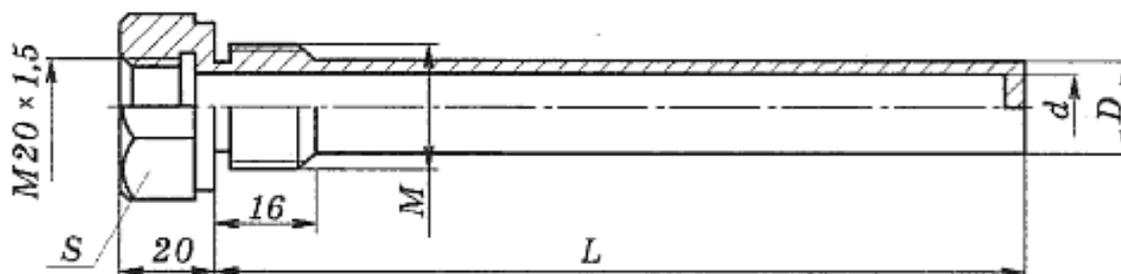

Рисунок 4. Эскиз гильзы ($D=12\text{мм}$, $d=9\text{мм}$, $S=27\text{мм}$, L -длина погружной части датчика-10мм)
- защитная гильза - при давлении теплоносителя более 0,4 МПа или скорости потока более 1,5 м/с., рисунок 4. Пространство между защитной гильзой и датчиком температуры следует залить машинным маслом;